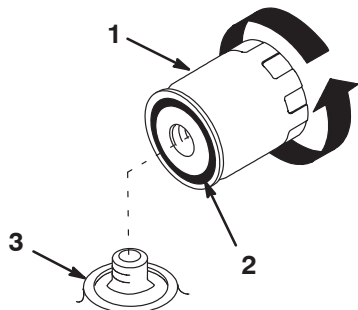

Figure 22
2. Déposez le filtre à huile usagé et essuyez la surface du joint de l'adaptateur (Fig. 22).
3. Appliquez une fine couche d'huile neuve sur le joint en caoutchouc du filtre de rechange (Fig. 22).
4. Posez le filtre à huile de rechange sur l'adaptateur. Tournez le filtre dans le sens horaire jusqu'à ce que le joint en caoutchouc rejoigne l'adaptateur, puis donnez 1/2 tour supplémentaire (Fig. 22).